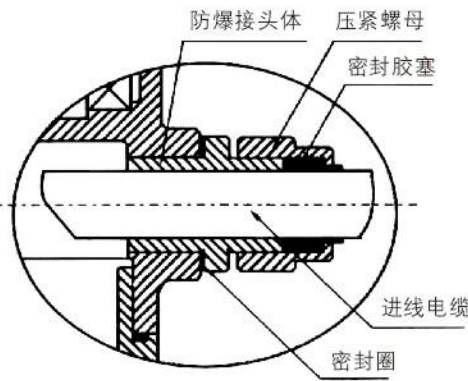

图13
- 如图13所示，旋下防爆接头的压紧螺母，将进线电缆从密封胶塞、压紧螺母、防爆接头体内穿入电动执行机构内部。